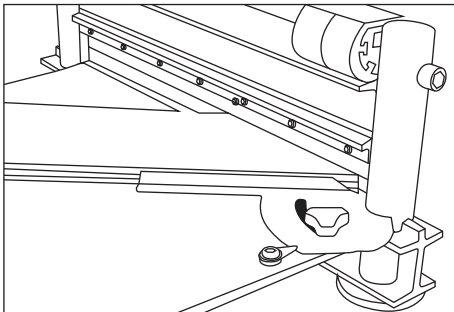

IMAGEN 5
1. Mueva el accesorio de ángulo a 45°. Inserte el material entre la cuchilla de corte y la base, contra el accesorio de ángulo como se muestra (Imagen 5), a continuación empuje la palanca hacia abajo para completar el corte.